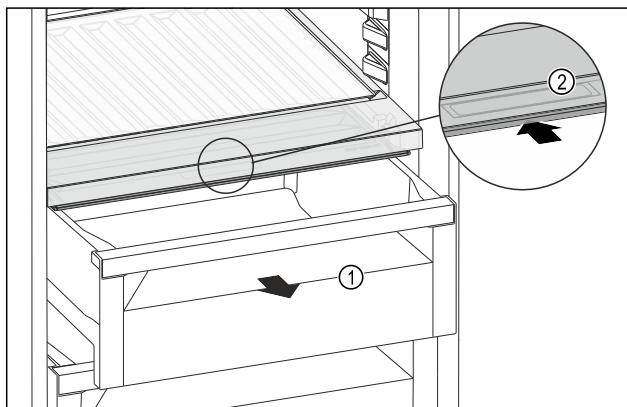

Fig. 157
- Изтеглете чекмеджето Fig. 157 (1).
- Хванете вдълбнатия захват Fig. 157 (2) на капака на отделението и едновременно с това избутайте назад капака на отделението.